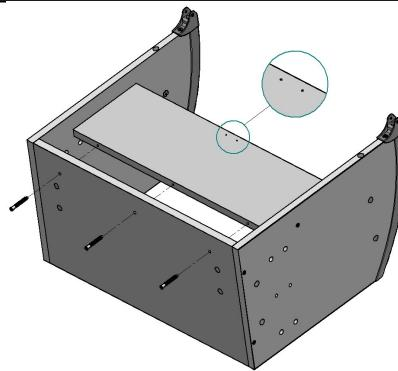

Рис. 2
4.1.2. К сборке по п. 4.1.1. прикрутить с помощью винтов конфирмат (поз. 1, пакет № 29) полку (поз. 4), см. рис. 2, рис. 2а.
Рис. 2а